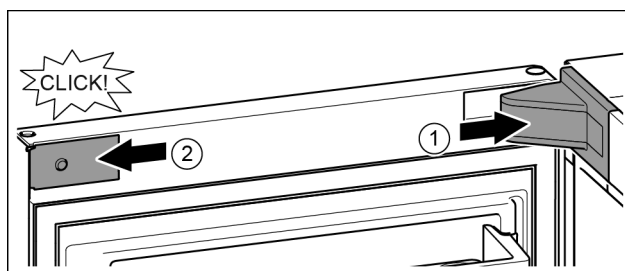

Fig. 41
- ▶ Lagerbockabdeckung aufsetzen und einrasten, ggf. vorsichtig auseinanderdrücken. Fig. 41 (1)
- ▶ Blende seitlich ansetzen und einrasten. Fig. 41 (2)